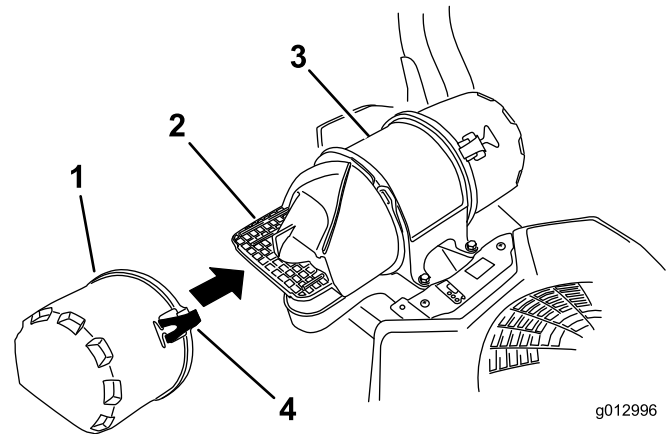

Figure 61
3. Ouvrez les dispositifs de verrouillage du filtre à air et séparez le couvercle d'entrée d'air du boîtier du filtre (Figure 61).
5. Reposez le couvercle d'entrée d'air et fixez-le avec les verrous (Figure 61).